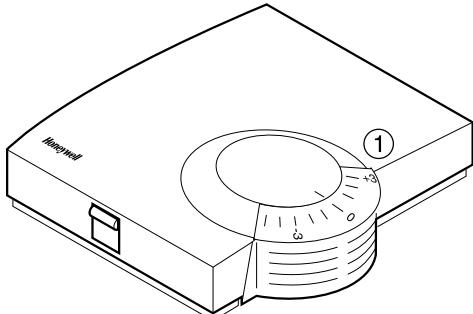

Figure 5: HCW 82
- ▶ Sélectionnez avec la molette de réglage (1) (voir Figure 5) le décalage de la température désirée (indications de l'échelle graduée en $^{\circ}\text{C}$).
- ▶ Contrôlez si la molette de réglage se trouve dans la position montrée à la Figure 5.